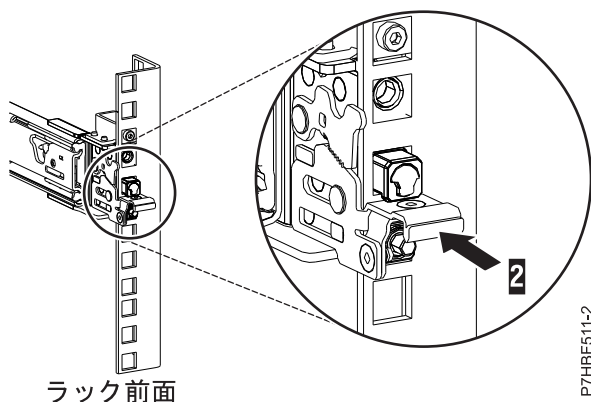

図 6. ラックの前面レールに取り付けられているラッチ
7. スライド・レールを前方に引きながら、3 つのピンがラックの穴から突出していることを確認した後に前面ラッチ (2) を最後まで押し込みます。 詳しくは、図 6を参照してください。